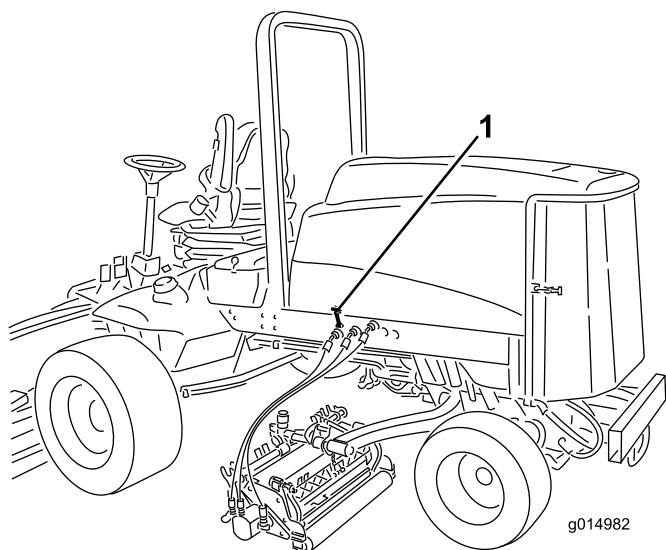

Figura 4
1. Sganciate il fermo del cofano dalla staffa (Figura 4).